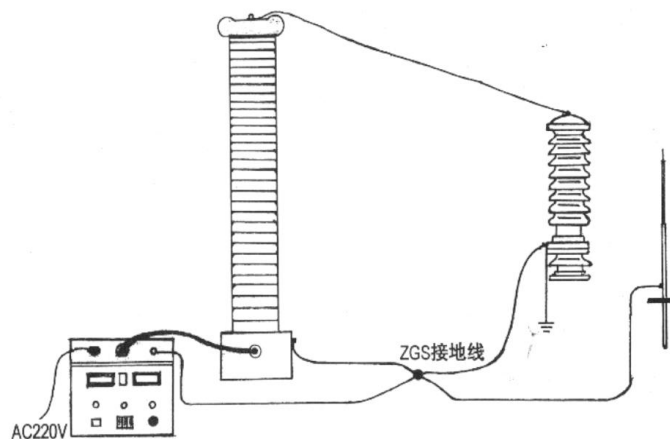

图 4 试验回路接地线示意图
4.1.2 将倍压筒从机箱中取出放置到合适的安全位置，分别联接好电源线、电缆线和接地线。保护接地线与工作接地线以及放电棒的接地线均单独接到试品的地线上(即一点接地)。严禁各接地线相互串联。为此，应使用专用接地线。(见图 4)上。
3、接线图见图 4 试验回路接地线示意图